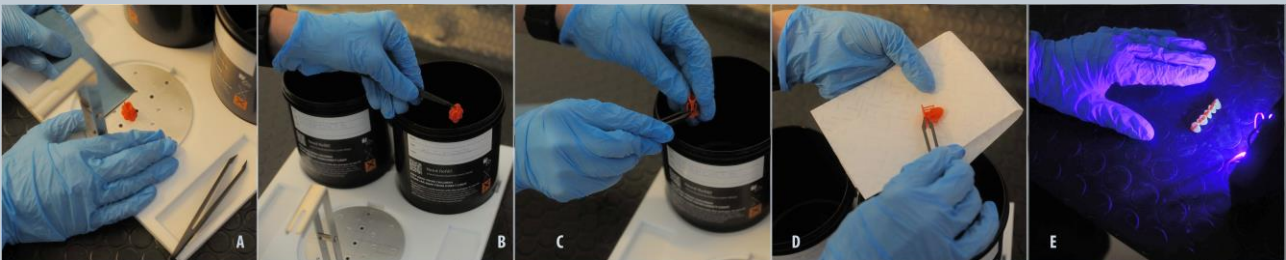

Fig. 39
- Usare la spatola fornita assieme a LumiPocket LT per rimuovere l'oggetto dal carrello (Fig. 39.A) senza fare troppa pressione per evitare che si rompa.
- Usando delle pinzette, immergere (Fig. 39.B) e lavare l'oggetto stampato in alcool etilico\* tenendolo sempre in movimento per 30 secondi circa, senza lasciarlo in ammollo.
- Rimuovere delicatamente i supporti usando le pinzette (Fig. 39.C)
- Mettere l'oggetto davanti ad una fonte di luce UV (Fig. 39.E) da 30 minuti ad 1 ora massimo, a seconda, del volume del modello stampato. Se una sola lampada fosse disponibile, ricordarsi di girare il modello per completare la solidificazione su ogni lato.